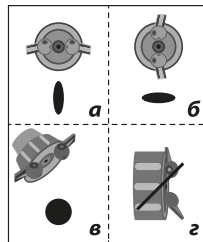

Рис. 3
ВНИМАНИЕ! Во избежание повреждения изделия и плохого качества работы всегда устанавливайте оба сопла (4) в одинаковое положение (Рис. 3г).